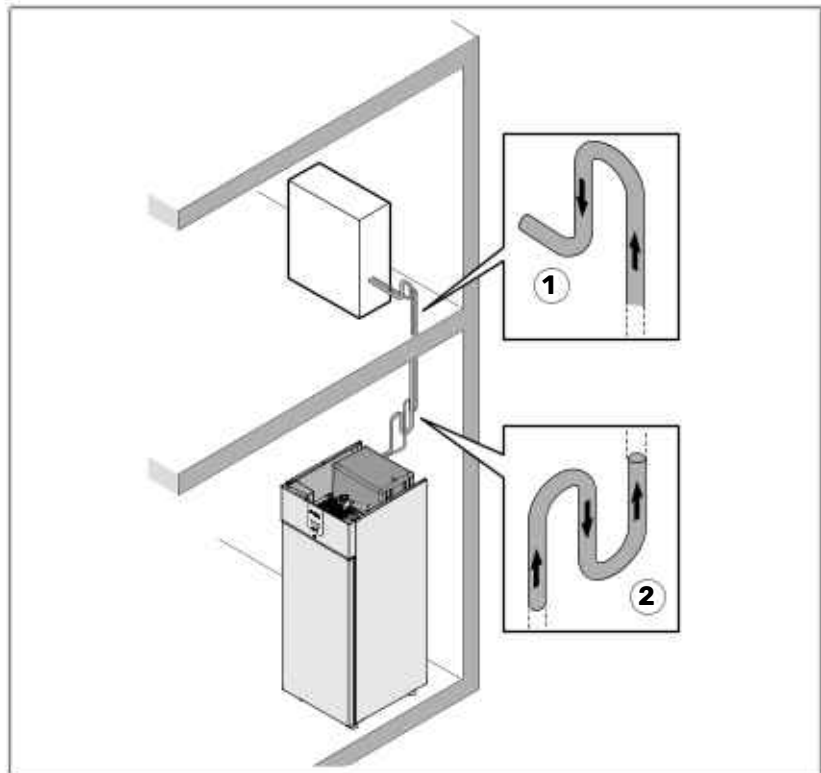

Abb. 4.7 - Installation auf einer höheren Ebene
- **1:** an jedem Abgang und alle 1,8 Meter Höhenunterschied (1 – Abb. 4.7);
- **2:** an jedem Eingang (2 – Abb. 4.7).